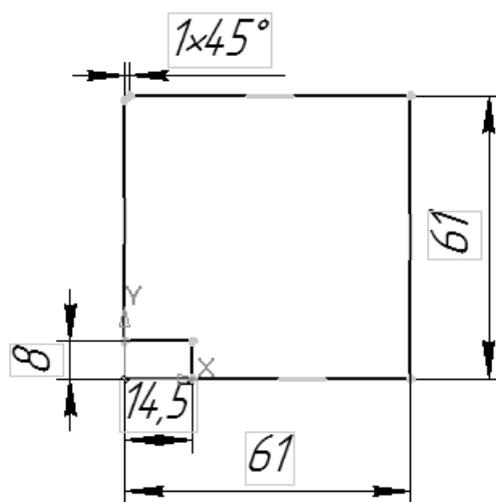

Рис. 10.22. Эскиз основания детали
14. В соответствии с рис. 10.22 постройте эскиз основания детали.